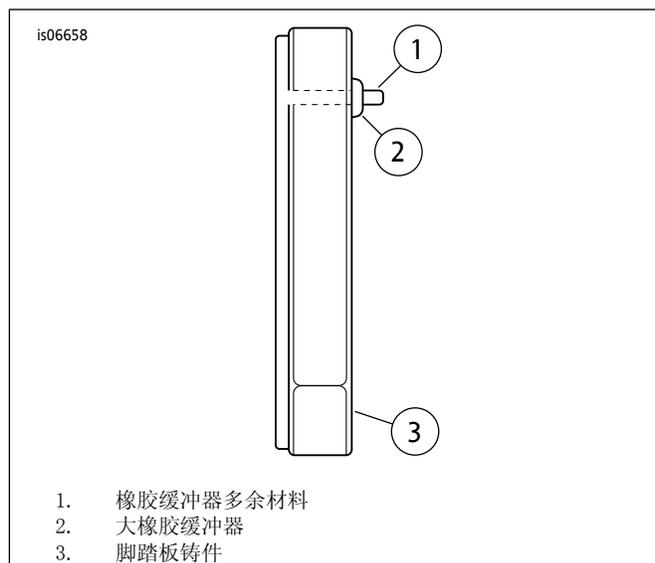

图4。拆下橡胶缓冲器
4. 参见图4。如果脚踏板铸件( 3 )上的橡胶缓冲器( 2 )有多余材料( 1 )突出，使用刀子或剪线钳将其除去。